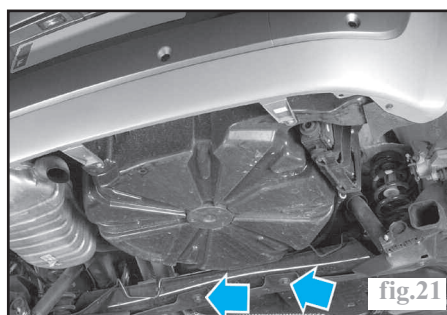

fig.21
- déposer les deux vis de fixation du boîtier de renvoi des câbles de frein (fig.21),